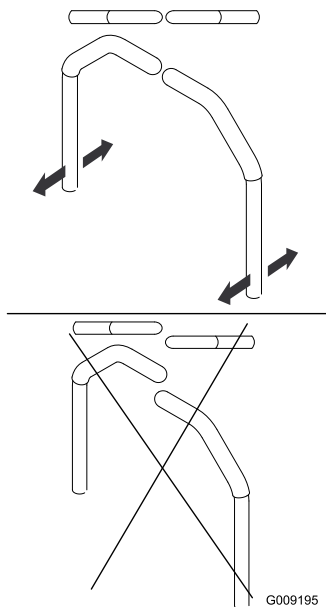

Figure 80
4. Réglez l'alignement avant/arrière des leviers en les plaçant simultanément à la position **POINT MORT**, puis faites-les coulisser jusqu'à ce qu'ils soient alignés, puis serrez les boulons (Figure 80).